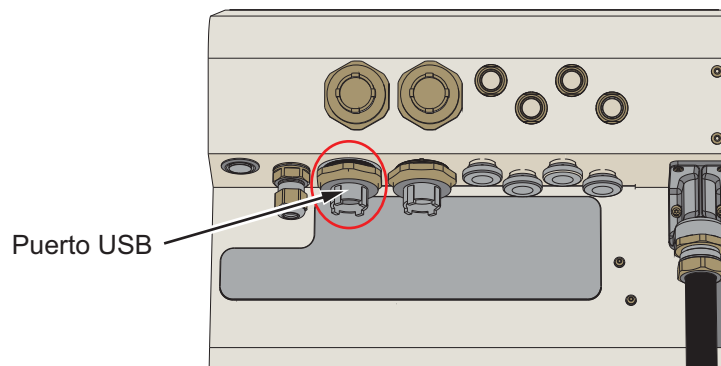

Figura 4-12: Ubicación del USB
1. Localice el puerto USB en la parte trasera de la impresora (consulte la Figura 4-12) e introduzca el USB.